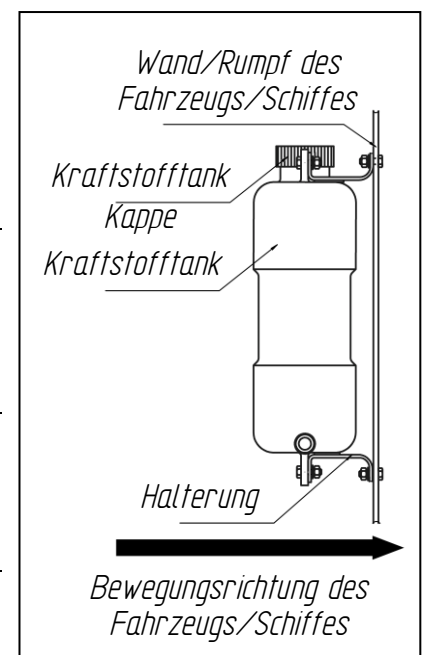

Abb. 16 Installation des Kraftstofftanks
Bei der Installation des Kraftstofftanks ist auf den auf den Bedienkomfort beim Betanken zu achten (Abb.16). Installieren Sie den Kraftstofftank so, dass die Kraftstoffmenge und ihre möglichen Leckagen aus dem Einlass, der Kraftstoffsugdüse oder den Anschlüssen optisch kontrolliert werden können.
**Der Kraftstofftank muss mit seiner breiten Seite senkrecht zur Bewegungsrichtung des Fahrzeugs/Schiffes eingebaut werden (siehe Abb. 16).**